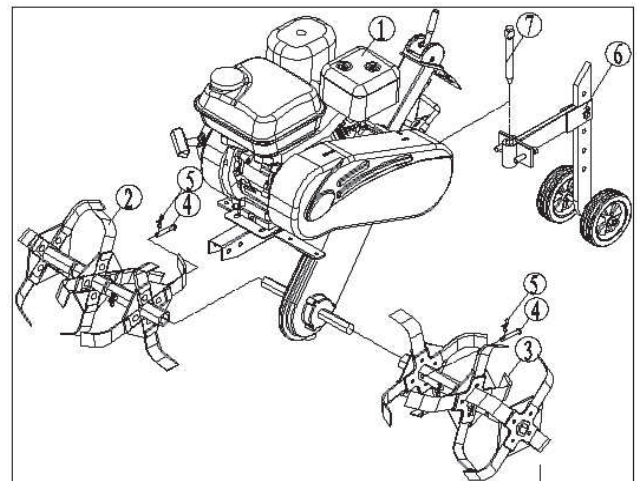

РИС.6
Извлеките силовой агрегат с трансмиссией ① из коробки. Установите фрезы ② и ③ на выходной вал трансмиссии, как показано на рис. 6. Совместите монтажные отверстия на валу и фрезе, зафиксируйте фрезы на валу при помощи штифтов ④ и шпильки ⑤. Проверьте, что режущие кромки фрез направлены вперед. Совместите отверстия в сцепке сошника ⑥ с отверстием в задней части трансмиссии ① и зафиксируйте пальцем ⑦.